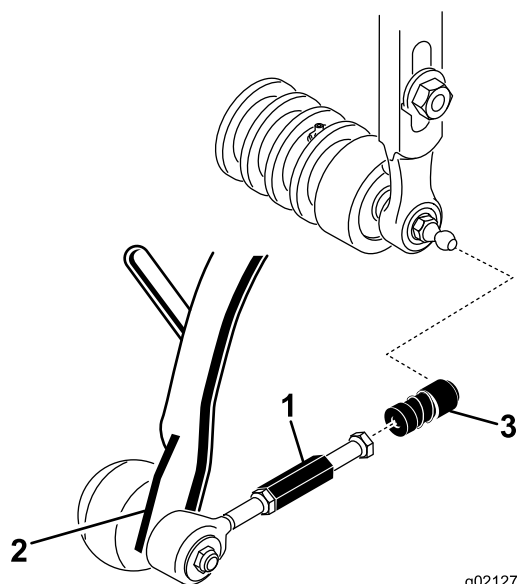

Figura 8
3. Faça deslizar a manga para a junta esférica e engate o recetor na junta esférica da unidade de corte (Figura 8).